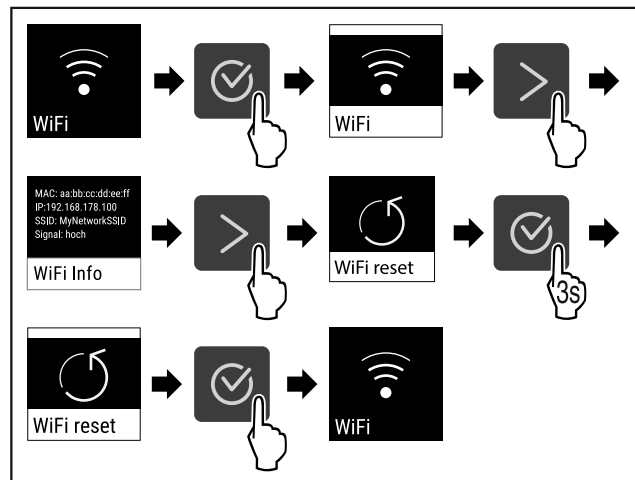

Fig. 88
- ▶ Изпълнете стъпките (виж Fig. 88).